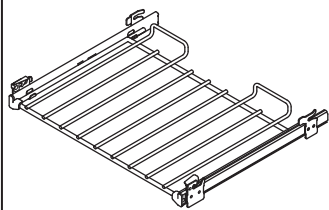

Fig. 2.16
- 2 jeux de supports latéraux (**Fig. 2.16**).